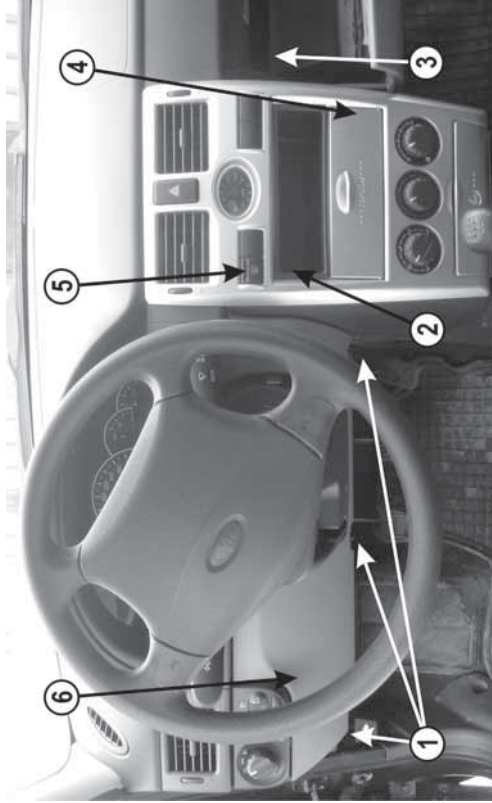
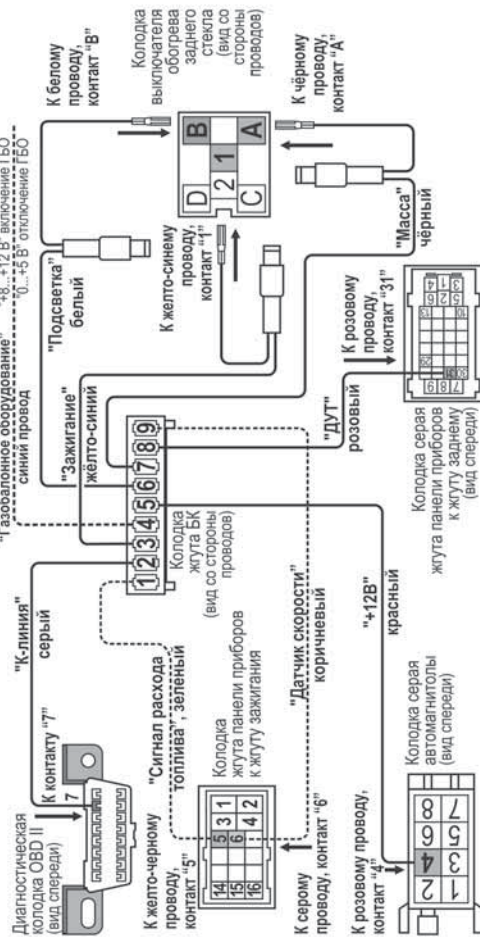

Рис.2 Вид на панель приборов.
Рис.5 Схема подключения
3.1.1 Снимите крышку с надписью "OPEN" (поз.4, рис.2).
3.1.2 Повернуть на 90° три замка (поз.1, рис.2) крышки блока предохранителей, снять крышку (поз.6, рис.2) блока предохранителей.
3.1.3 Извлечь контейнер (поз.2, рис.2) или вынуть автоматический выключатель (поз.2, рис.2).
3.1.7 Извлеките кнопку (поз.5, рис.2) выключателя обогрева заднего стекла.
3.1.8 Отсоедините выключателя обогрева заднего стекла и произведите подключения согласно рис.5:
3.1.11 Протяните серый провод К-линии из жгута до диагностической колодки (поз.1, рис.8) (находится внутри вещевого ящика слева (поз.3, рис.2)) и подключите его к диагностической колодке согласно схеме подключения (см. рис.5).